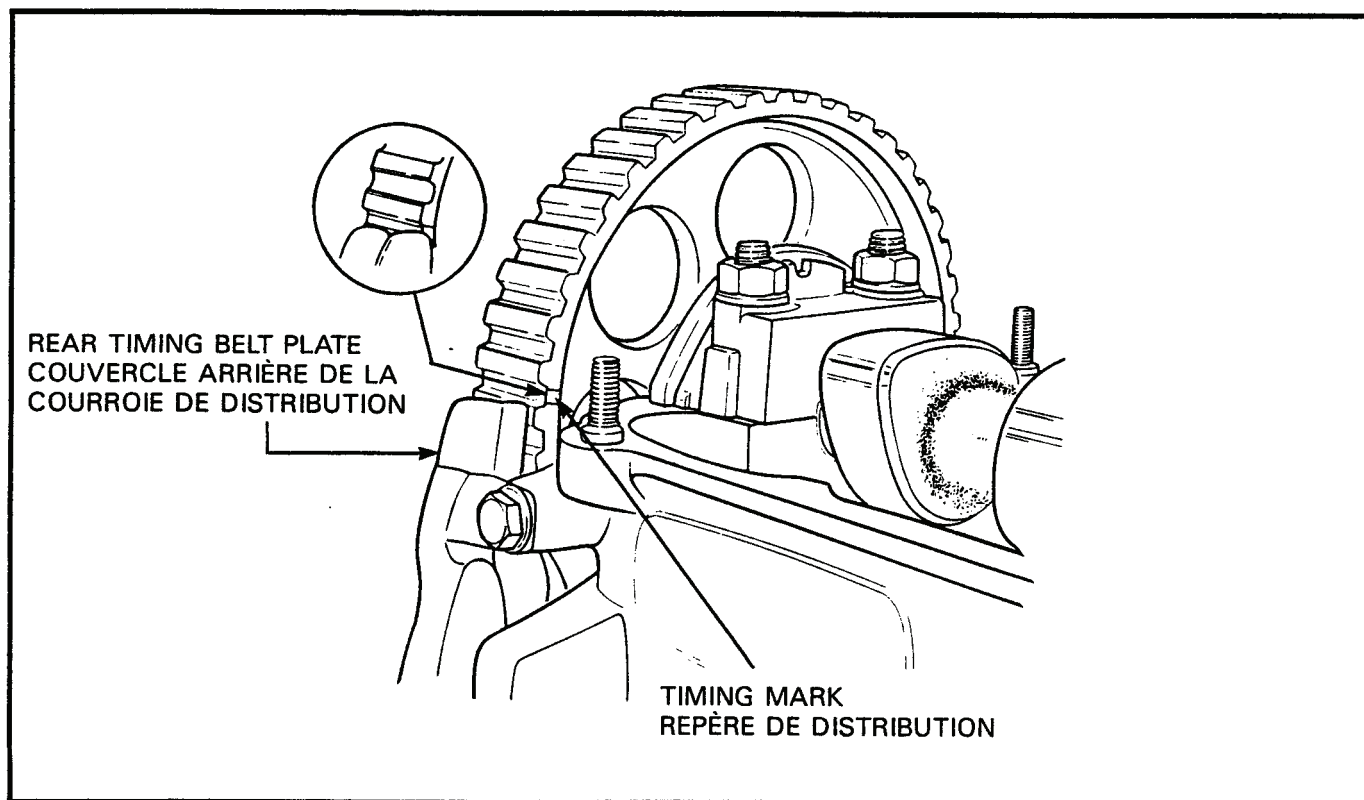

Figure 2-6-7 Camshaft Sprocket Timing Mark
- b. Turn the crankshaft until the timing mark on the rear of the camshaft sprocket is even with the top edge of the rear timing belt plate, see Figure 2-6-7, and the timing mark on the flywheel is even with the mark on the clutch housing, see Figure 2-5-16.
- b. Tourner le vilebrequin jusqu'à ce que le repère de distribution à l'arrière du pignon de l'arbre à cames soit à égalité du rebord supérieur du couvercle arrière de la courroie de distribution, voir figure 2-6-7, et pour que le repère de distribution du volant soit à égalité de la marque sur le carter d'embrayage. Voir figure 2-5-16.